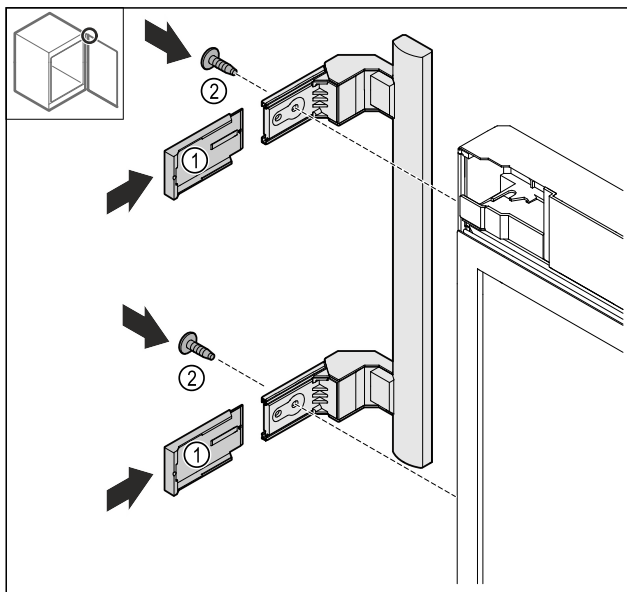

Fig. 27
- Tolja fel a fedelet Fig. 27 (1).